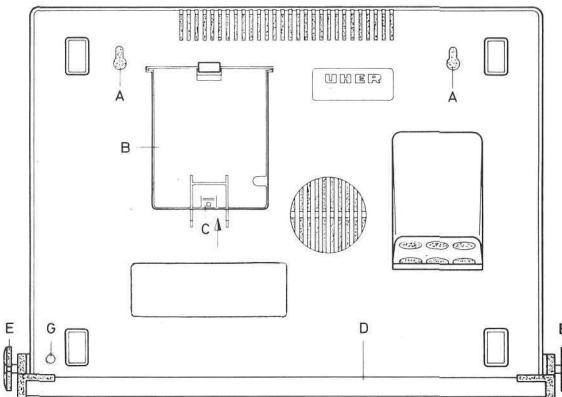

Abb. 1
Das Typenschild mit der Gerätenummer befindet sich unter der Andruckrolle, die nach Abziehen der vorderen Tonkopfabdeckung sichtbar wird. Die Angaben über Betriebsspannung, Netzfrequenz und Leistungsaufnahme befinden sich im Kabelfach (B) (s. Abb. 1) an der Geräteunterseite.
The type designation shield bearing the number of the machine is located beneath the pressure roller; it may be seen once the front tape-head cover has been removed. Data on operating current, mains frequency and power consumption are found in the cable compartment (B) (see Fig. 1) on the bottom side of the machine.
L'étiquette signalétique qui porte le numéro de série du magnetophone se trouve sous le galet presseur (ce dernier est visible après le démontage de la coiffe de protection avant des têtes magnétiques). Les valeurs précisant la tension de fonctionnement, la fréquence de la tension du secteur et le wattage sont inscrites dans le compartiment (B) du câble (voir fig. 1).
## 1.2 Betriebslage (s. Abb. 1)
## 1.4 Netzanschuß-Betriebsspannung-Netzsicherung (s. Abb. 1 und 2)
### 1.5 Montage des Tragegriffes (s. Abb. 1 und 3)